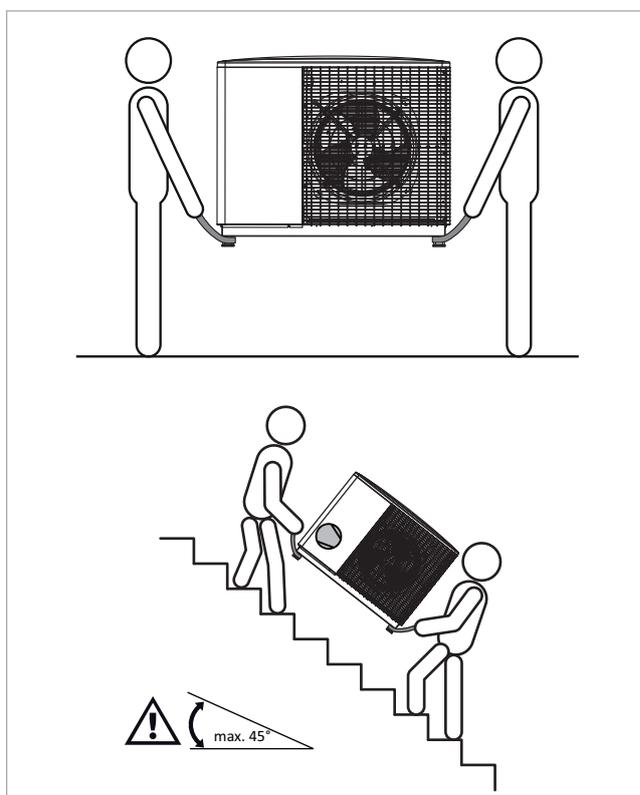

Abb. 6: Transport SolvisLea Pro mit Trageschlaufen - max. zulässige Neigung beachten
- Werden Bänder zum Transport verwendet, Abstandhalter zwischen Band und Gehäuse der Wärmepumpe platzieren, um das Gehäuse vor Beschädigung zu schützen. Bänder an den Füßen am Boden der Wärmepumpe ansetzen (siehe → Abb. 6).